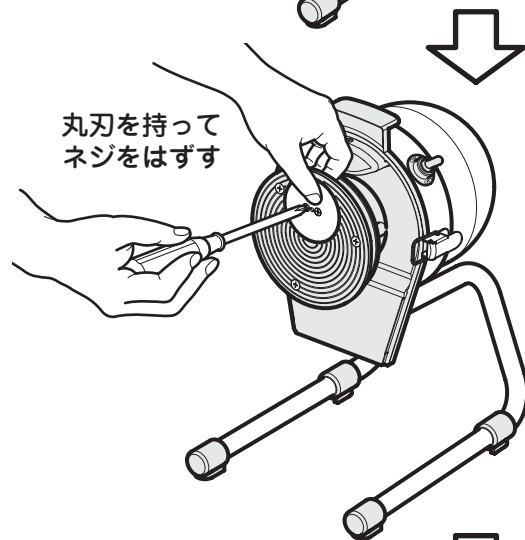

図2
④ 丸刃を指先でつまんで支え、丸刃のネジ2本を取り外してください。(図2)